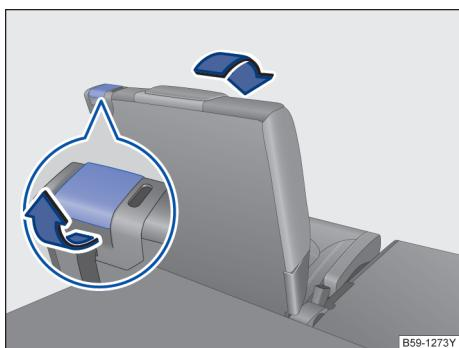

图 86 将第三排座椅翻折为载货位置
- 将物品从后座椅前后的脚部空间移除→①。
- 将解锁拨杆→图 86 向后拉到底，即可解锁后座椅靠背。
- 靠背锁定后应看不清解锁拨杆→图 86 上的红色标记。
- 如果能看到解锁拨杆→图 86 上的红色标记表明后座椅靠背未正确卡止。务必检查，当后座椅靠背处于垂直位置时，是否绝对看不到此红色标记。